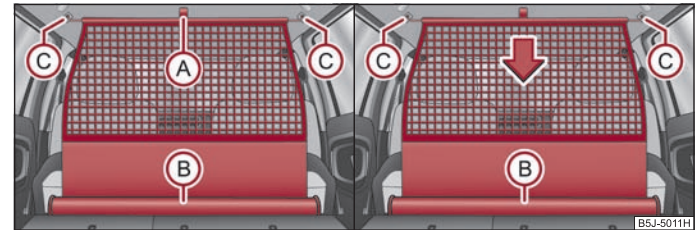

Abb. 65 Netztrennwand herausziehen / aufrollen
- Ziehen Sie die Netztrennwand an der Lasche (A) aus dem Gehäuse (B) ⇒ Abb. 65.
- Setzen Sie die Querstange in die Aufnahme (C) zunächst auf einer Seite ein.
- Ziehen Sie die Querstange erst auf der einen, dann auf der anderen Seite etwas nach hinten und nehmen die Querstange aus den Aufnahmen (C) ⇒ Seite 69, Abb. 65.
- **Halten** Sie die Querstange so, dass die Netztrennwand in das Gehäuse (B) langsam und ohne Beschädigung einrollen kann.